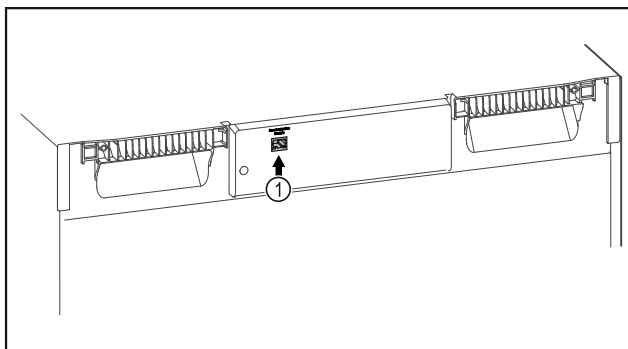

Fig. 133
- ☐ SmartModule Fig. 133 (1) ist eingesetzt.